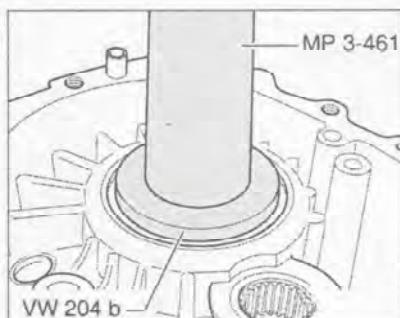

Рис. 7.107. Установка наружной обоймы большого роликоподшипника.
17. Запрессуйте наружную обойму большого роликоподшипника с помощью специального инструмента (рис. 7.107).